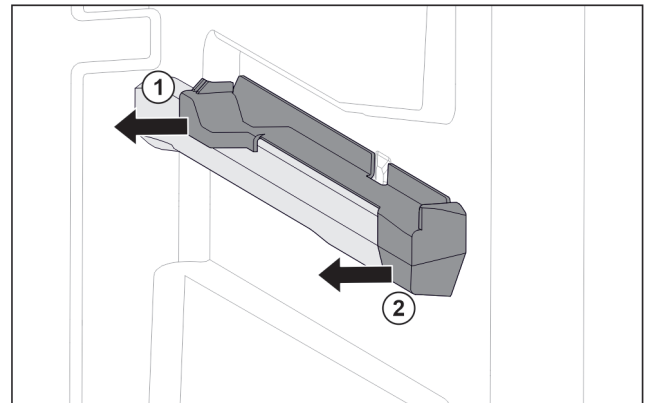

Fig. 219 Aufsteckteil auf der rechten Behälterrippe
- ▶ Aufsteckteil hinten zur Seite abziehen. Fig. 219 (1)
- ▶ Aufsteckteil vorne zur Seite abziehen. Fig. 219 (2)